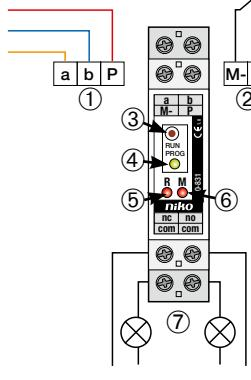

fig.1
2. ONDERDELEN EN INSTALLATIE (zie fig.1)
- ① aansluitklemmen voor de bus (3-draads)
- ② aansluitklemmen voor het ingangscontact
- ③ programknopje
- ④ statused programmaat
- ⑤ statused relaisuitgang
- ⑥ statused ingangscontact
- ⑦ N.O. (no + com) of N.G. (nc+ com) uitgangscontact (max. 230V/3A)